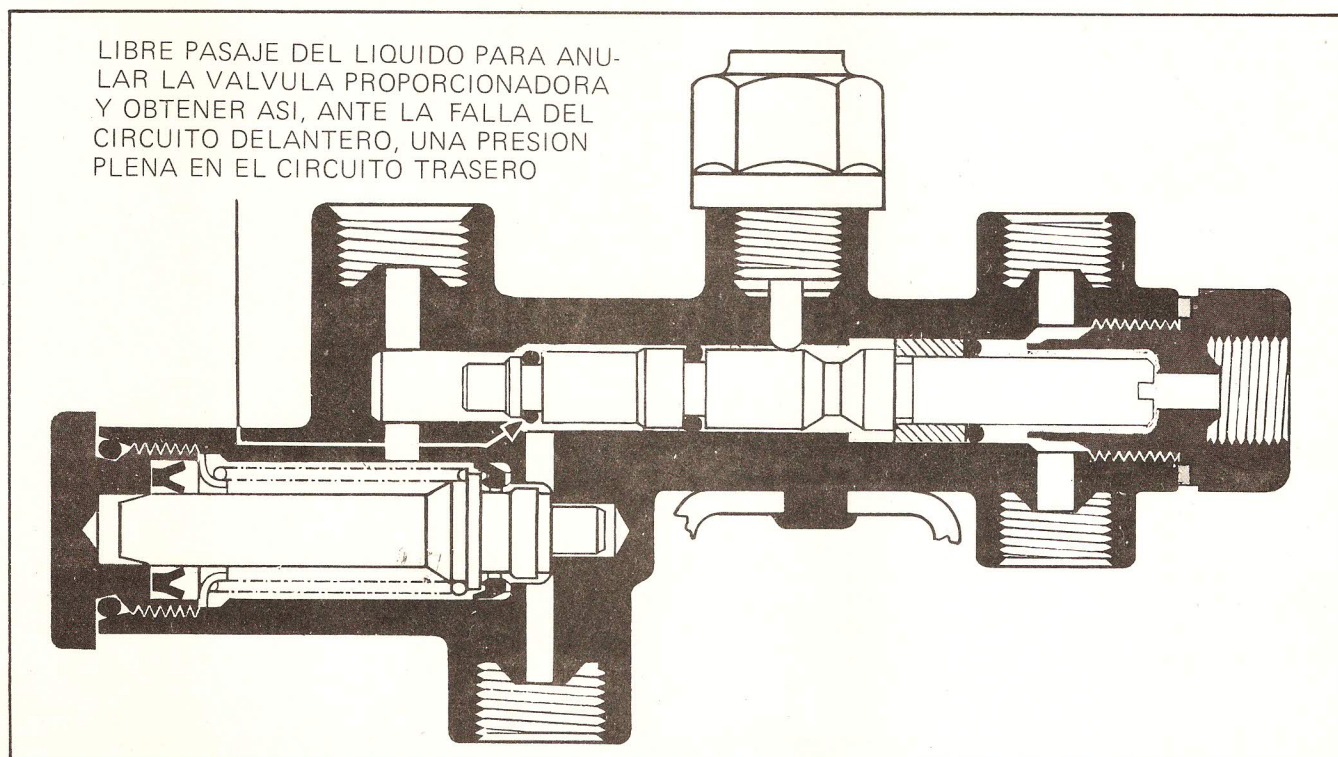

FIG. 8 — Vástago desplazado por falla en circuito delantero
Si uno de los circuitos, por ejemplo, el delantero presentara una pérdida, la presión del sistema al oprimir el pedal sólo experimentará un aumento en el sector correspondiente al circuito trasero y, por ende, en la zona del extremo izquierdo del vástago. De esta forma al no encontrar una presión igual y opuesta en su otro extremo el vástago se desplazará hacia la derecha (Fig. 8) accionando el interruptor (21). Esta condición, entonces, será señalada por el encendido de la luz roja con la leyenda "FRENO" en el panel de instrumentos. Además, y considerando que al no operar el circuito delantero se hace necesario aplicar la máxima presión disponible sobre el circuito trasero, el vástago al final de su carrera